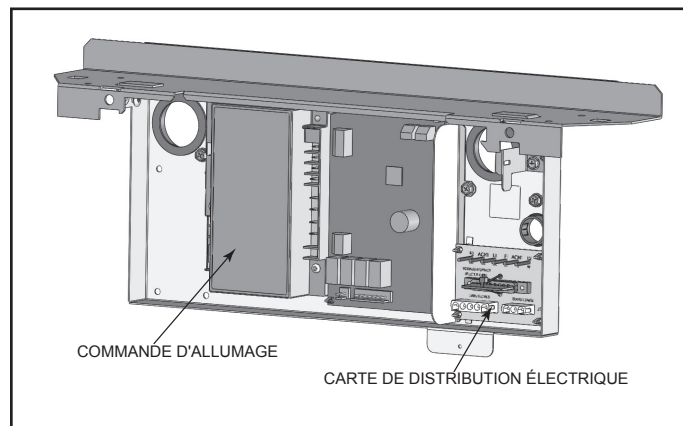

Figure 23. Tableau de distribution électrique
1. Identifiez le tableau de distribution électrique sur le réchauffeur à droite de la commande d'allumage sur le chemin de câbles (figure 23).